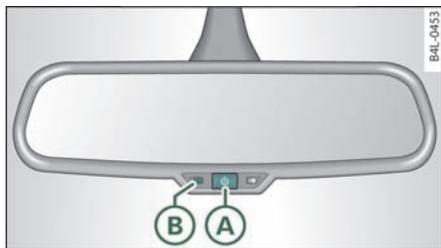

图 53 自动防眩车内后视镜*
- 按压按钮 A => 图 53，指示灯 B 亮起。光线射入（如后面射来的大灯光）时，内后视镜或外后视镜 会自动防眩目处理。